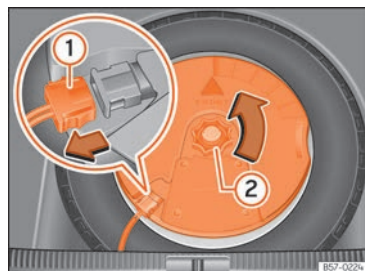

Fig. 311 En el maletero: desmontar el subwoofer.
- Desconecte el cable del altavoz *subwoofer* »» fig. 311 ①.
- Gire la ruedecilla de fijación en sentido contrario a las agujas del reloj »» fig. 311 ②.